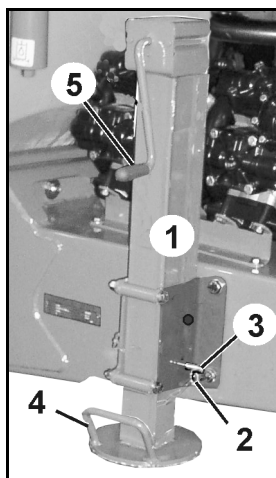

Fig. 49
- Stützfuß angehoben während des Einsatzes oder Transports (Fig. 49).
1. Klappstecker (Fig. 49/2) lösen.
2. Bolzen (Fig. 49/3) herausziehen.
3. Stützfuß mittels Griff (Fig. 49/4) anheben / absenken.
5. Mit der Handkurbel (Fig. 49/5) den Stützfuß weiter absenken/anheben.